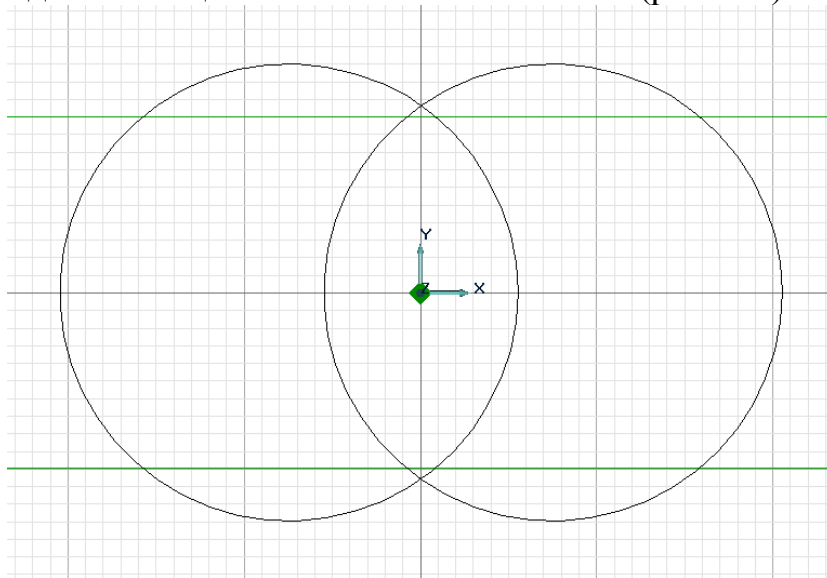

Рисунок 2.3 – Побудова профілю деталі
5. Натисніть клавішу 4. Клацніть лівою клавішею миші. Потім натисніть на клавішу 6 двічі і клацніть лівою клавішею миші (рис. 2.3).